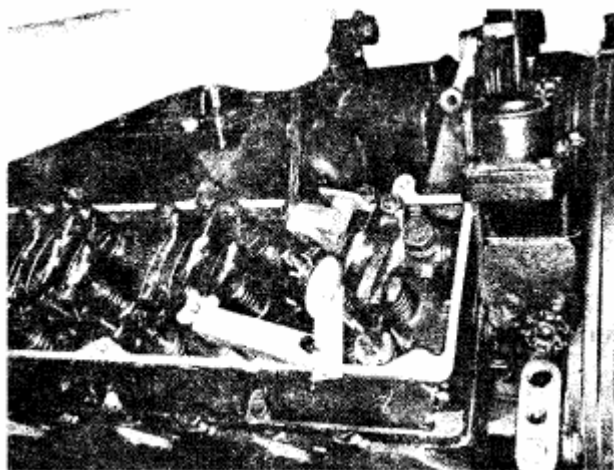

Рис.2-39. (V514128).Опускание плунжера инжектора в масленку -V-903
2. Поворачивайте винт регулирования рычага инжектора до тех пор, пока плунжер не упрется в масленку, затем поверните этот винт приблизительно на 1/2 оборота в обратную сторону и установите индикатор с циферблатной шкалой на нуль (0).
4. С помощью приспособления для приведения в действие рычага коромысла 3375790, опустите плунжер инжектора и проверьте установку на нуль (0). Рис.2-39. Обеспечьте медленный подъем плунжера. Индикатор должен показать, что перемещение плунжера не выходит за пределы, установленные в таблице 2-11.